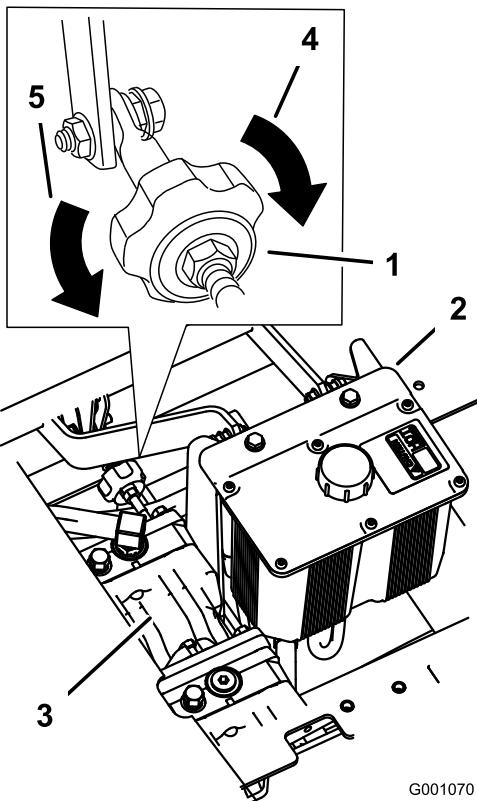

Figura 76
4. Para que la máquina vaya a la derecha, gire el pomo hacia el lado derecho de la máquina; consulte Figura 76.
5. Para que la máquina vaya a la izquierda, gire el pomo hacia el lado izquierdo de la máquina; consulte Figura 76.